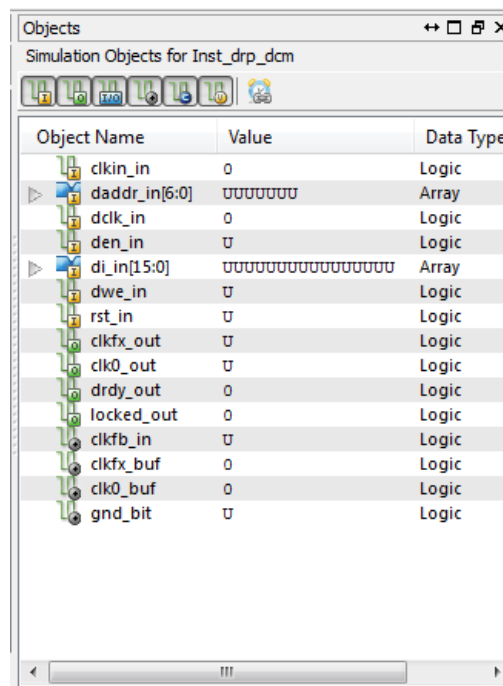

図 4-20 : [Objects] パネル
2. 現在ハイライトされているデザイン ユニットに関連するシミュレーション オブジェクトが [Objects] パネルに表示されます (図 4-20)。